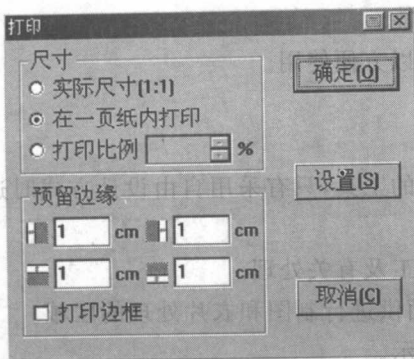
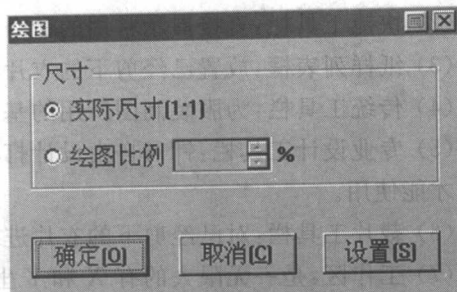
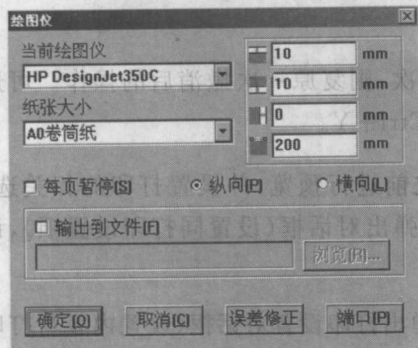

图 2-2-1
图 2-2-2
图 2-2-3
(1) 新建:重新建立一个新的文档。从下拉式文件菜单中选新建或单击快捷图标(或使用快捷键 Ctrl+N),在工作区中出现对话框;选取一种方式单击 OK 确定。
(2) 打开:打开一个已经存在的文档。快捷键 Ctrl+O。
(3) 保存:把一个编辑过的文档存储起来。快捷键 Ctrl+S。
(4) 撤消:单击一次,撤消当前操作返回到上一次操作状态。若连续单击,可连续返回(直到该图标变灰为止)。快捷键 Ctrl+Z。
(5) 重新执行:与“撤消”匹配使用。单击一次,则复原一次撤消后的操作。可连续单击,连续恢复撤消结果直到该图标变灰。快捷键 Ctrl+Y。
(6) 打印预览:对将要打印的图文在打印之前进行预览,并设置打印的相关选项。单击打印预览弹出对话框(图 2-2-1),单击设置按钮弹出对话框(设置同打印设置项),设置好打印机选项后单击确定即可。
(7) 打印:打印输出命令。单击该命令,则弹出打印设置对话框(设置内容与打印预览相同),选项设置完成后即可打印。
(8) 绘图:纸样绘图输出命令。单击该命令,则弹出“绘图”选项对话框如图 2-2-2 所示。单击对话框中的“设置”按钮,出现“绘图仪”对话框如图 2-2-3 所示。在对话框中对当前绘图仪、纸张、预留边缘及绘图仪端口进行设定,选定选项后单击确定即可绘图(有关自定义纸张、端口设定请参阅附图)。